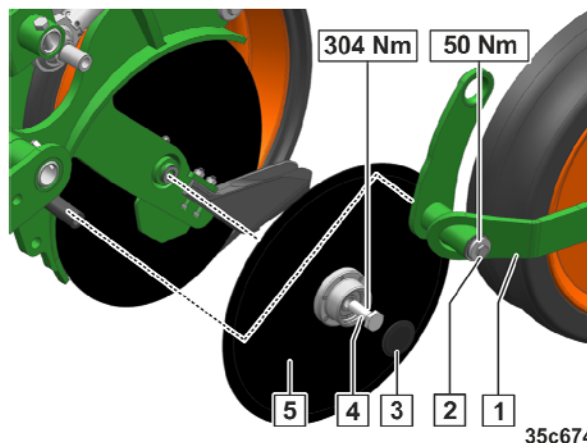

Fig. 314
1. Løsn og fjern boltene (Fig. 314/1).
2. Afmonter bærerullearmen (Fig. 314/2) med bærerullen.
3. Fjern støvkapperne (Fig. 314/3).
4. Løsn og fjern centralboltene (Fig. 314/4).
5. Afmonter plovjernsskiven (Fig. 314/5).